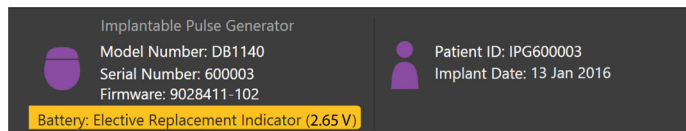

Figura 15. Mensagem ERI apresentada no separador Ligar
Não conseguirá ligar a um estimulador (PC) não recarregável cuja vida da bateria se aproxima do fim. O CP apresentará o Estimulador com uma mensagem ERI e a voltagem da bateria do Estimulador conforme Figura 15 no **Separador Ligar**. Não podem ser efetuadas alterações às definições do estimulador quando se encontra no ERI.